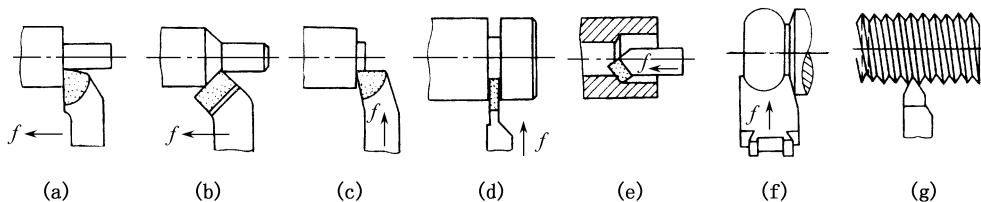

图2-13 车刀的用途
(2) 车刀的用途。常用车刀的基本用途如图2-13所示。
- ① 90°车刀(外圆车刀)又叫偏刀。主要用于车削外圆、台阶和端面(图2-13(a)、(c))。
- ② 45°车刀(弯头车刀)。主要用来车削外圆、端面和倒角(图2-13(b))。
- ③ 切断刀。用于切断或车槽(图2-13(d))。
- ④ 内孔车刀。用于车削内孔(图2-13(e))。
⑤ 成形车刀。用于车削成形面(图2-13(f))。
⑥ 螺纹车刀。用于车削螺纹(图2-13(g))。